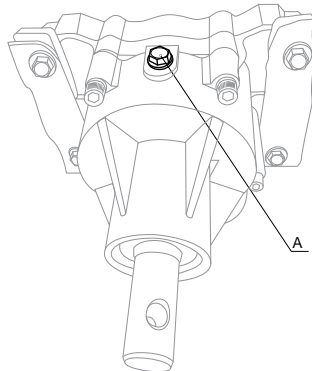

Рис. 1
1. Выкрутите болт (А) на блоке редуктора и проверьте наличие смазки (рис. 1). При необходимости добавьте 50-100 г универсальной смазки для редукторов.